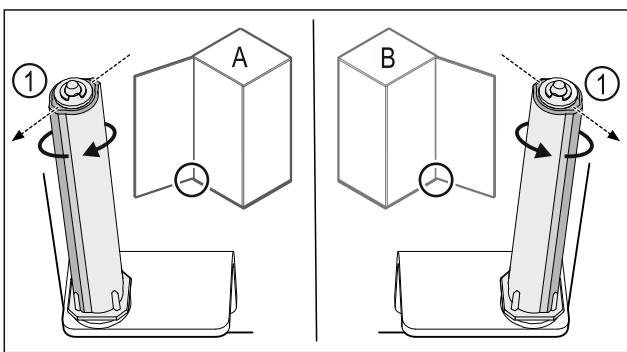

Fig. 29 Розкриття ліворуч (A) / Розкриття праворуч (B)
- ▶ Систему закриття повертати проти опору доки перемичка системи закриття Fig. 29 (1) не покажуть назовні.